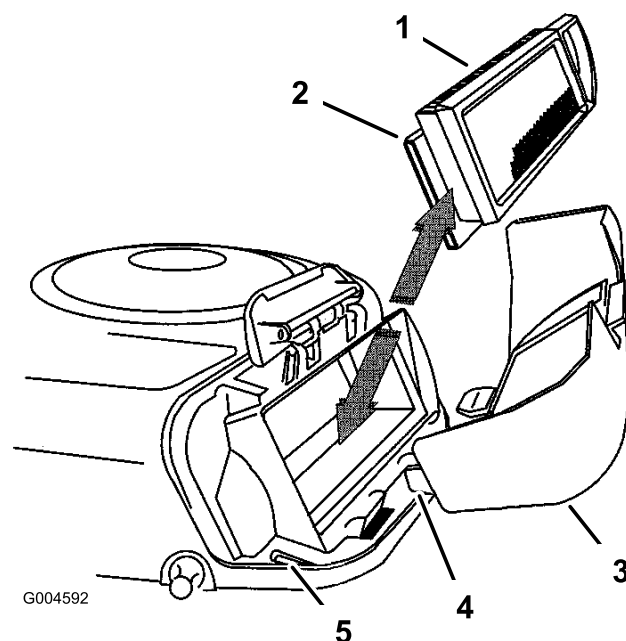

Figura 24
5. Estraete con cautela l'elemento in schiuma sintetica e l'elemento di carta dal convogliatore (Figura 24).
2. Allineate le linguette del coperchio del filtro dell'aria con le fessure del convogliatore (Figura 24).